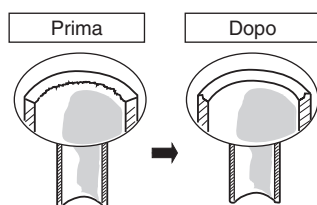

Fig. 5-1
- (1) Con un tagliatubi tagliare il tubo di rame alla lunghezza desiderata. È consigliabile tagliare da 30 a 50 cm in più rispetto alla lunghezza stimata del tubo.
- (2) Rimuovere le bavature all'estremità del tubo di rame con un alesatore o una lima. Questa precauzione è importante e deve essere osservata con la massima attenzione per assicurare una buona svasatura. Assicurarsi di impedire l'ingresso di contaminanti (umidità, sporco, trucioli di metallo ecc.) nei tubi. (Fig. 5-1 e 5-2)